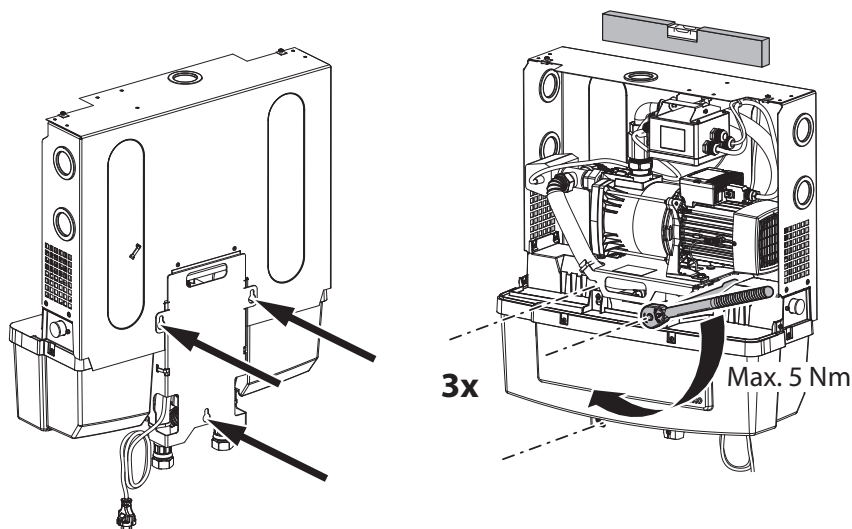

Fig. 13: Bevestigingspunten voor wandophanging en vastdraaien van de schroeven
4. Hang de installatie met behulp van de sleufgaten aan de achterkant (Fig. 13) op de schroeven.